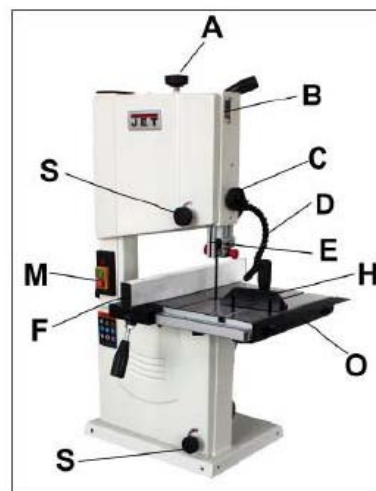

Рис. 1
3.5 Описание станка (рис. 1 и 2)